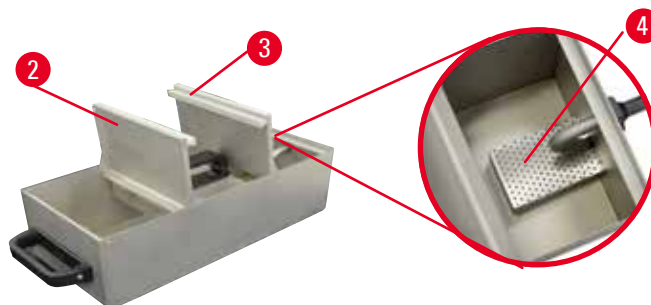

Рис. 17
- При выдвигании ванны переднюю и заднюю крышку можно сложить вверх друг к другу (→ "Рис. 17") для упрощения наполнения и очистки.